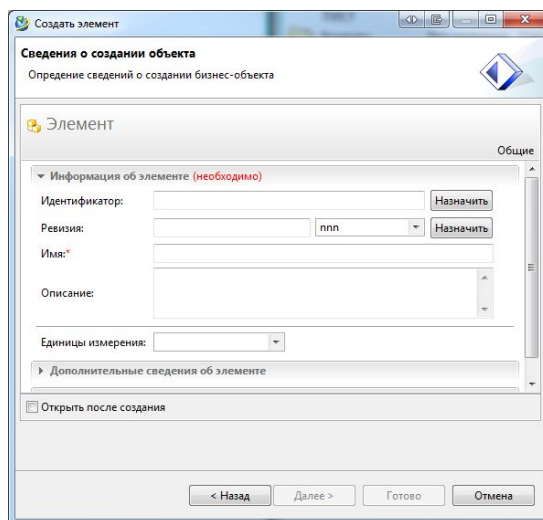

Рис. 13
4. В поле **Идентификатор** и **Имя** изделия ввести обозначение изделия, **назначить** ревизию. (Рис.13)